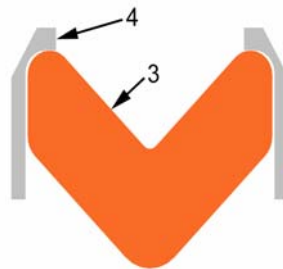

Figure 4
1.7 Commencez par la section n° 1 ; installez la section (élément n° 5) sur les rails de charge avec l'angle intérieur en premier jusqu'à ce qu'elle entre en contact avec le gradin interne. La section doit être placée à côté du ressort et entre les rails de charge avec l'angle intérieur orienté vers l'extérieur (voir Figure 4).